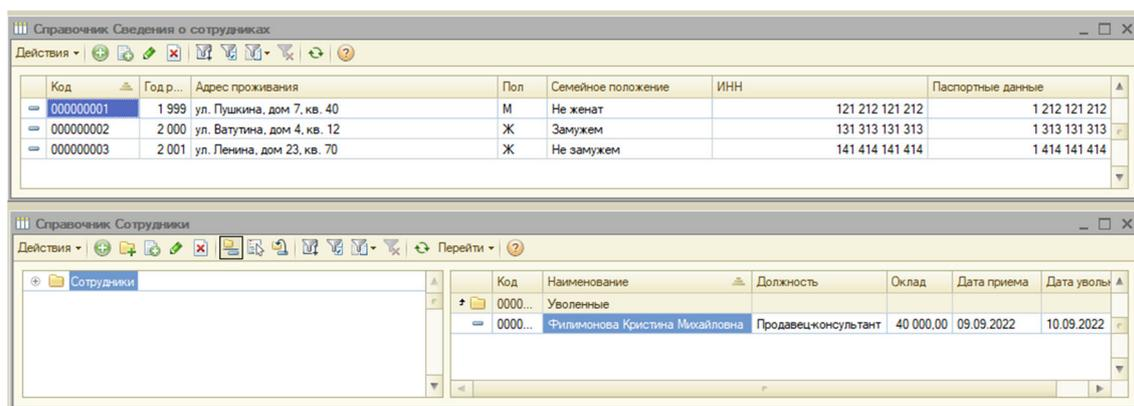

Рис. 1.12. Работа ИБ
11. Проверим созданную конфигурацию на корректную работу и корректное распределение прав для созданных пользователей. Для этого необходимо авторизоваться под каждым пользователем и проверить доступный ему функционал (рис. 1.12).